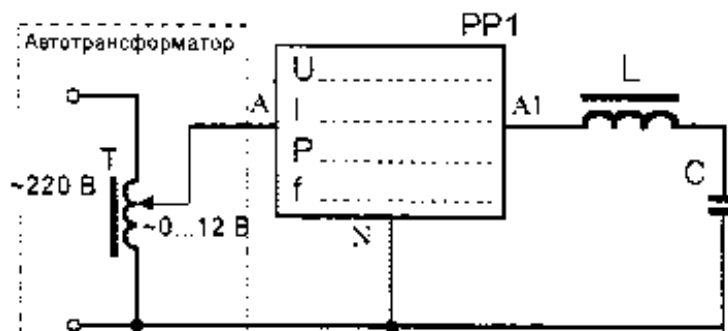

Рис. 2
3.6. Собрать электрическую цепь с последовательным соединением катушки с ферромагнитным сердечником и конденсатора (рис. 2) и представить для проверки преподавателю.